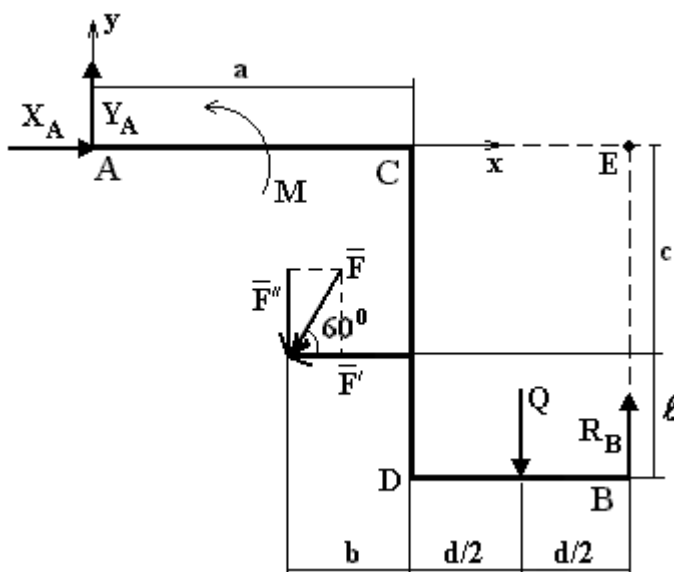

Рисунок 8 – Составная рама
1. Рассмотрим равновесие рамы ACDB. Составим расчетную схему (рисунок 8). Приложим заданные нагрузки: силу $\bar{F}$, пару с моментом M , равномерно распределенную нагрузку на участке DB заменим равнодействующей $\bar{Q}$, приложенной в середине участка DB: